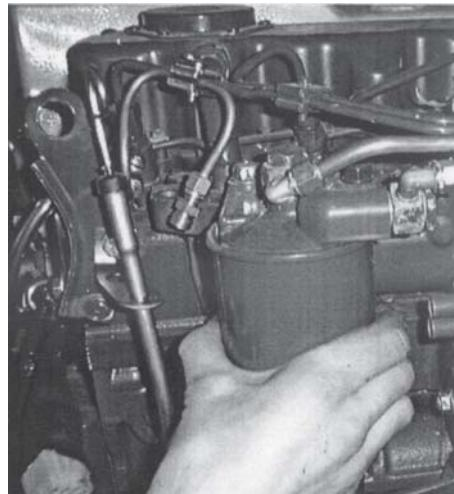

Рис. 2f
2. Меняйте топливный фильтр каждые 750 часов работы (см. рис. 2f).